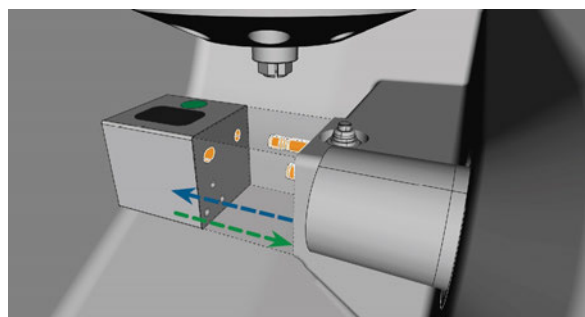

FIG. 45 – SOSTITUIRE IL MAGAZZINO UTENSILI (PORTA-UTENSILI DI FRESATURA E FORI NEL MAGAZZINO UTENSILI CONTRASSEGNA TI IN ARANCIONE)
3. Se è montato un magazzino utensili errato, rimuoverlo estraendolo dal porta-utensili di fresatura (☞ *Fig. 45 – alla pagina precedente, freccia blu*).
- Se necessario, inserire il magazzino utensili sul porta-utensili di fresatura (↗ Fig. 45 – a pagina 45, freccia verde):